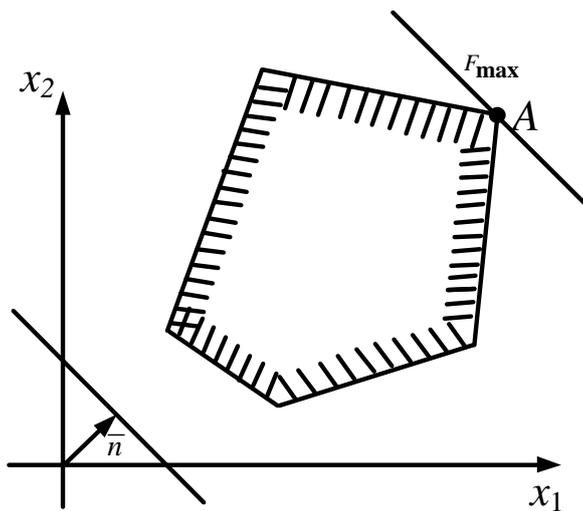

Рисунок 9 – Единственное решение (а)
- единственное решение ( $a$ ) (рисунок 9),